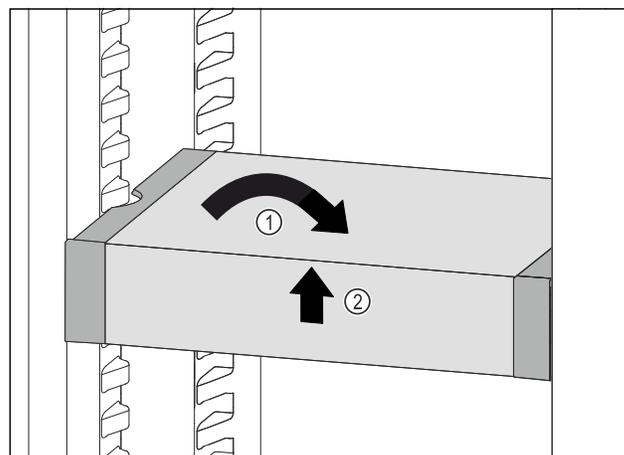

Fig. 95
- ▶ Remettre le VarioSafe droit. Fig. 95 (1)
- ▶ Soulever la partie avant du VarioSafe. Fig. 95 (2)